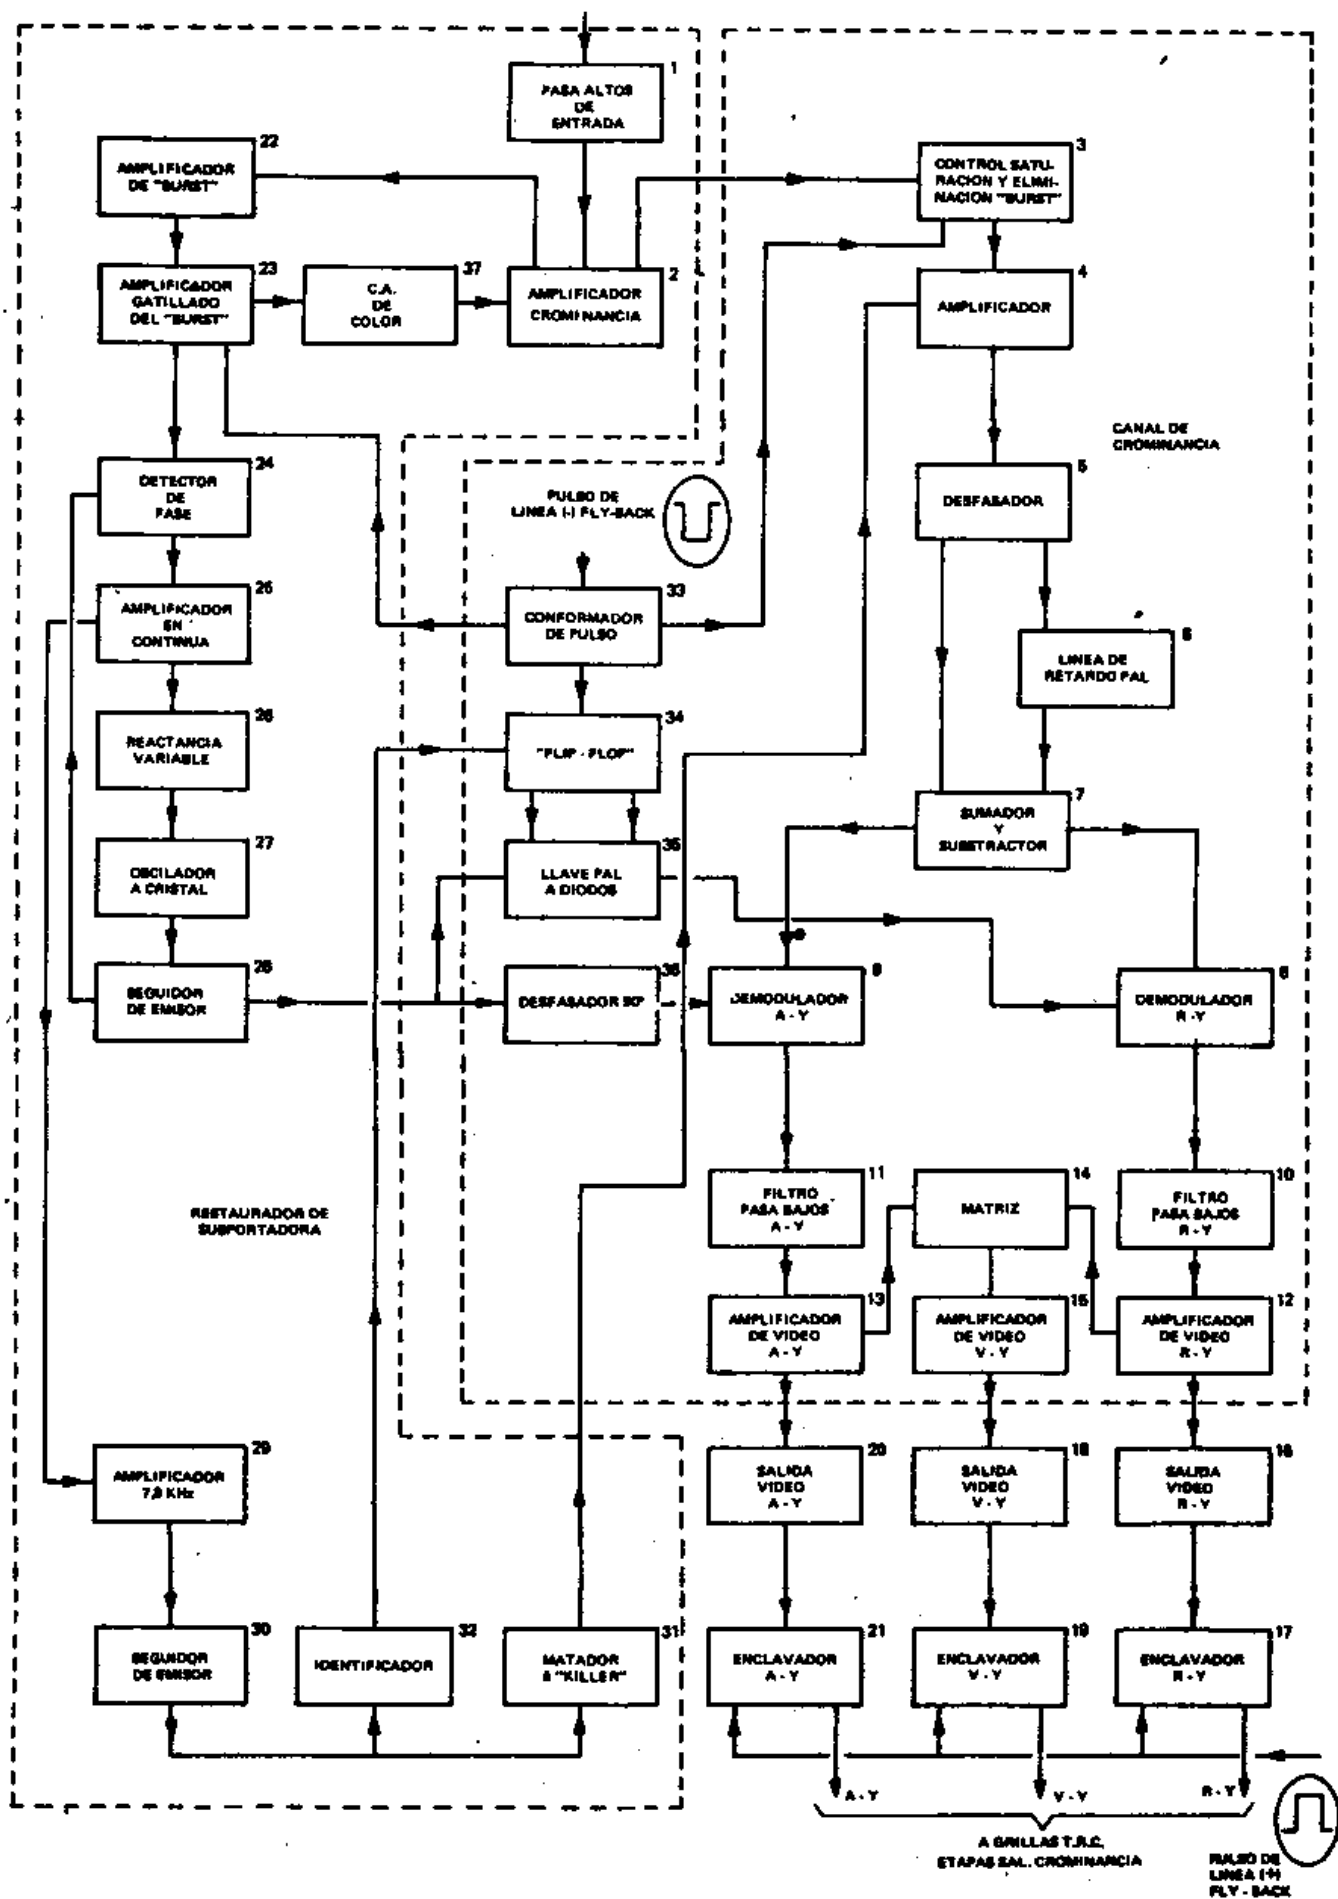

Fig. 5-1 Esquema de bloques muy detallado del televisor PAL.
Y entonces llegamos a una situación tal vez curiosa. El diagrama de bloques, por ejemplo el que mostramos en la fig. 5-1, llega a tener 37 bloques, cada uno referente a una cierta función, y luego el circuito puede ser en realidad construido con 4 circuitos integrados ya un poco viejos, y con sólo 2, o uno en las versiones más modernas. Entonces estará con nosotros, en que efectivamente puede haber más detalles en un esquema de bloques, que en el mismo diagrama eléctrico del televisor.
Simplificadas así las cosas, llegamos a la conclusión que lo nuevo para nosotros será el bloque de crominancia. Efectivamente así es y todo el nuevo esquema de la fig. 5-1 se refiere precisamente a lo que tenemos dentro del citado bloque, y también a algunas cosas muy relacionadas con la crominancia.
Ya tenemos entonces las 2 señales componentes de la crominancia separadas, si bien nos queda un problema por resolver. Las señales (R-Y) aparecen con signos diferentes y ello debe ser arreglado, toda vez que las inversiones se hicieron en el transmisor como un medio para reducir los errores en el colorido. Por el momento dejemos de lado este inconveniente pequeño que les queda a las señales (R-Y), y volvamos nuestra atención al esquema de bloques de la fig. 5-1. Por cierto que volvemos victoriosos y hemos sorteado los obstáculos de los bloques (5), (6) y (7), que eran los de mayores dificultades.
Luego, tenemos resuelto el problema de las señales necesarias para el tubo de color, lo que no quiere decir que no nos falten ver todavía muchas cosas del diagrama de bloques de la fig. 5-1, y por lo tanto nuevamente nos aplicamos al mismo.
Lo que hemos denominado comparador en el esquema de bloques de la fig. 5-1 aparece con el nombre de detector de fase, lo cual evidentemente significa lo mismo, puesto que su cometido es comparar las fases de la señal que llega como muestra; y la de la señal generada en el televisor para detectar las variaciones o desplazamientos que hubiere.